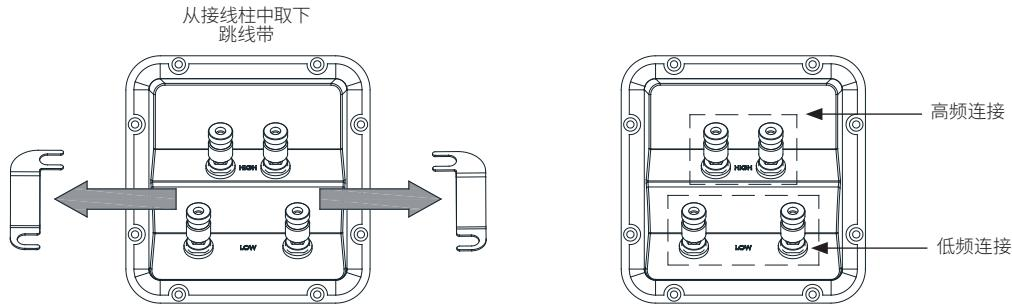

图 9
3. 将标记为 "HF" 的一对线缆连接至扬声器的 "HF" 输入；将标记为 "LF" 的一对线缆连接至扬声器的 "LF" 输入。(图 9)
4. 在安装将使用双线或双功放的扬声器之前，请先松开端子护盖上的两条镀金跳线带。将带子安全存放起来，以备将来使用。一定要拧紧 LF 线和 HF 线的端子。(图 9)